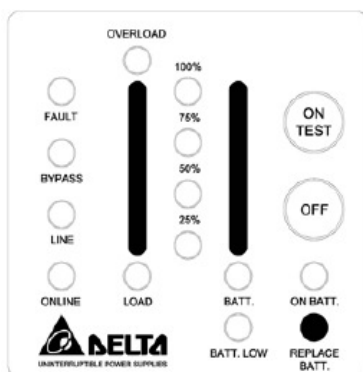

Рис. 4-6. Индикация необходимости замены батареи
- НЕОБХОДИМОСТЬ ЗАМЕНЫ БАТАРЕИ.** Свечение соответствующего индикатора информирует пользователя о необходимости замены батареи. Если встроенный микропроцессор обнаруживает неисправность батареи, он подает три звуковых сигнала длительностью по 0,5 сек через каждые 0,5 сек. После подачи первых трёх сигналов аналогичные сигналы подаются каждый час. См. рис. 4-6.